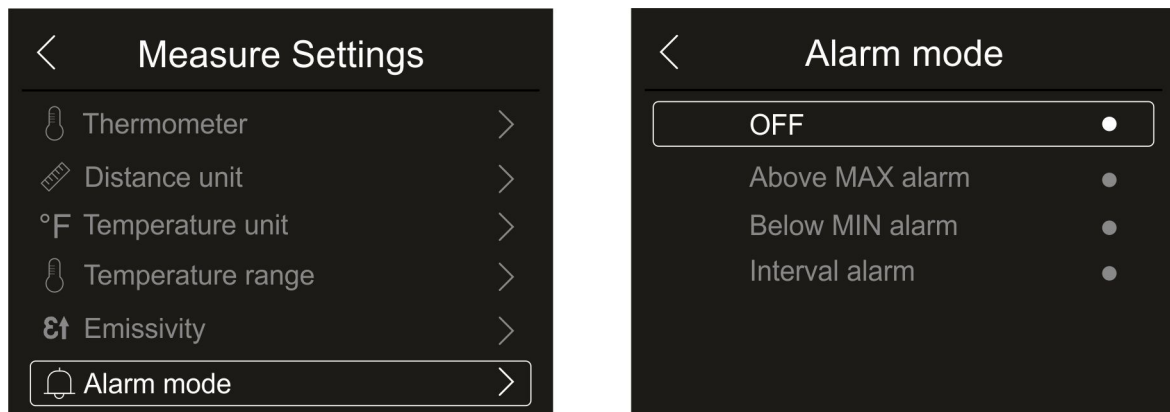

Fig. 29: Menú activación umbrales de alarma sobre la medida
1. Toque el texto “Alarm mode” para realizar la activación de los umbrales de alarma acústico sobre la medida de temperatura asociada a los objetos insertados en la imagen (cursor, puntos, líneas y áreas) asociada a la función “Alarmas” presente en el menú principal (ver el §). Se muestra la Fig. 29 – parte derecha: